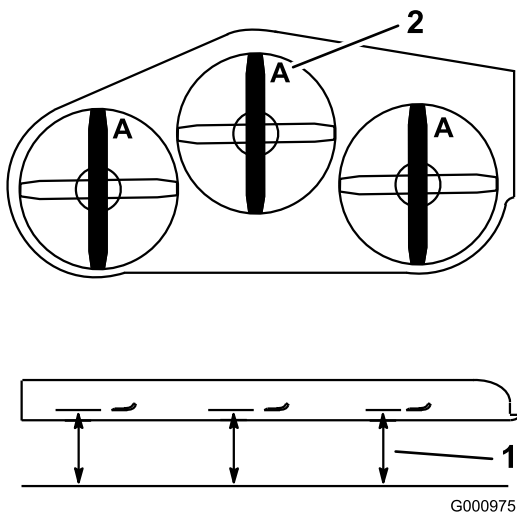
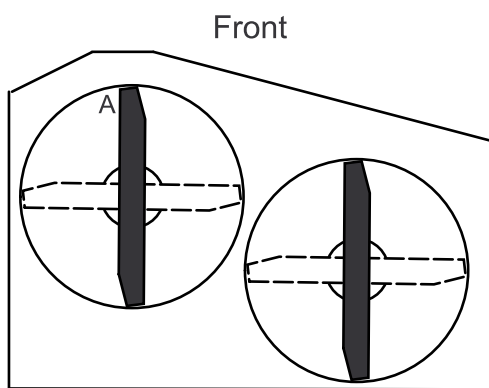

Figure 69
Figure 70
3. Placez la machine sur une surface plane, et tournez une lame dans le sens longitudinal. Mesurez au point **A** et entre la surface plane et le bord coupant des pointes des lames (Figure 69) Pour les plateaux de coupe de 36 pouces, reportez-vous à la Figure 70.